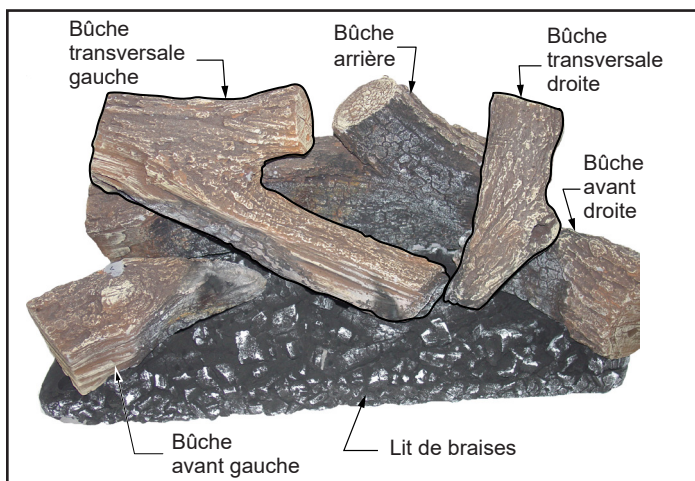

Figure 3.24 – Installation terminée
4. Installez la bûche transversale gauche en plaçant le trou sous la bûche sur l'ergot situé du côté gauche de la bûche arrière. Placez l'avant de la bûche transversale sur l'encoche du lit de braises (figure 3.24).
5. Installez la bûche transversale droite en plaçant le trou sous la bûche sur l'ergot situé du côté droit de la bûche arrière. Placez le bord avant de la bûche traverse sur le lit de braises (figure 3.24).